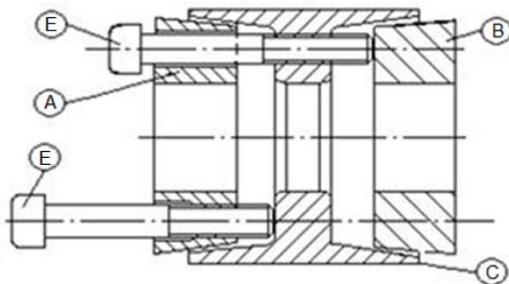

Figura 8.3: Detalhe da desmontagem do anel de fixação
- Extrair as peças A e C utilizando os parafusos extratores E, conforme mostra a Figura 8.3;